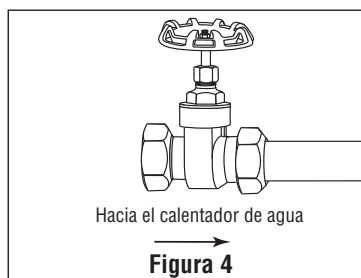

Figura 4
- Mediante el conector a compresión de la válvula, conecte la válvula de compuerta al tubo de entrada de suministro de agua posterior al sistema. Ajuste firmemente la tuerca de compresión. (Figura 4)